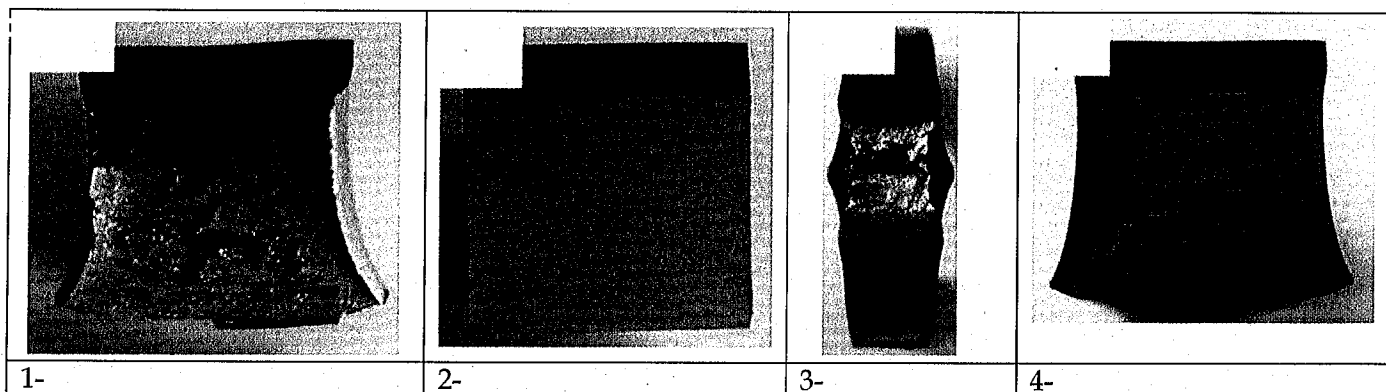

Figure 5 : Faciès de rupture de différentes éprouvettes de résilience
- Sur la figure 5, sont représentés quatre différents faciès de rupture notés de 1 à 4. Quatre valeurs d'énergie de rupture ont été obtenues expérimentalement, 3J, 84J, 176J et $>300J$. Attribuer pour chaque faciès, l'énergie de rupture associée en justifiant vos choix.